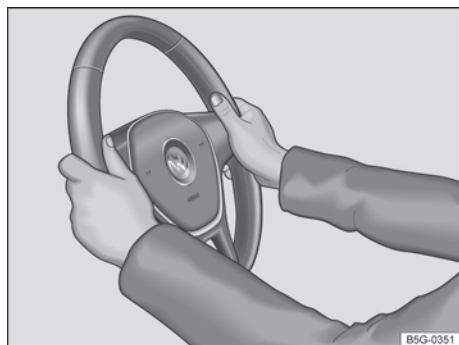

Fig. 63 En el volante: posición 9 y 3 horas.
3h → fig. 63 con ambas manos y los brazos ligeramente doblados.
- Empujar la palanca ① siempre por la empuñadura con seguridad hacia arriba tras el ajuste, para bloquear la ubicación del volante.
- Durante la conducción, siempre sujete el volante con ambas manos lateralmente en el borde externo en la posición equivalente a las 9h y a las 3h → fig. 63, para reducir las lesiones provocadas por un disparo del airbag frontal del conductor.